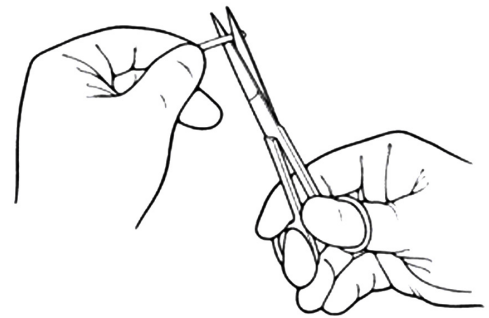

Figura 4-30. Cortar a tubagem
1. Utilizando uma tesoura limpa e afiada, apare a tubagem de maneira exata, para que se adeque à anatomia do paciente. **(Figura 4-30)**